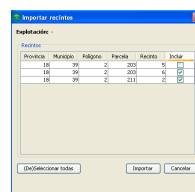

Fig. 18
- **Importar recintos:** Permite incorporar recintos a la explotación que se encuentra activa en la ventana de trabajo, procedente de otras explotaciones que se encuentren en la base de datos (Fig 18):